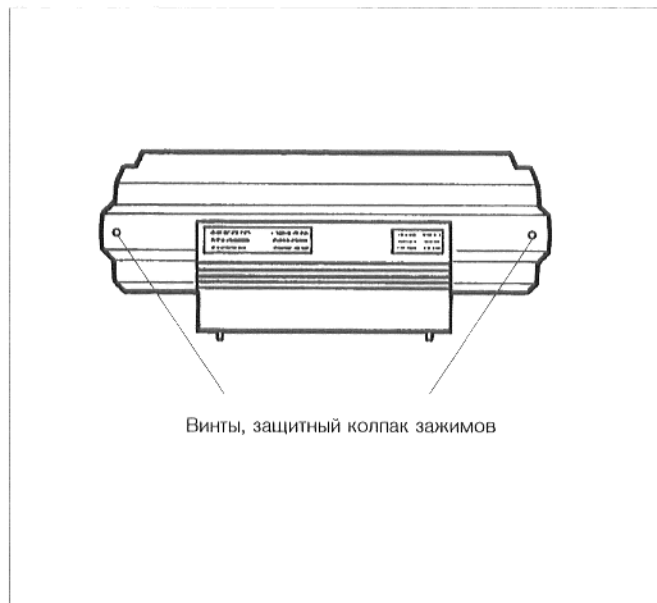

Рис. 11. Защитный колпак зажимов регулятора
- Вывинтить оба винта защитного колпака зажимов регулятора (рис. 11). Снять защитный колпак зажимов.